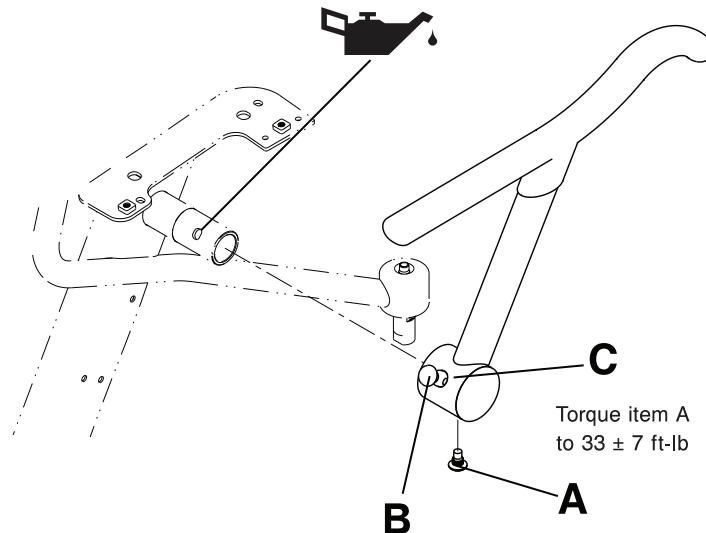

Abbildung 3-24: Austausch der hochklappbaren Armlehne
2. Mit einem 5/16-Zoll-Sechskantschlüssel den Anschlagstift (A) an der Unterseite der hochklappbaren Armlehne entfernen (Abbildung 3-24 auf Seite 3-42). Den Stift entsorgen.
3. Mit einer Hand den Freigabestift der Armlehne (B) nach oben ziehen und mit der anderen Hand die hochklappbare Armlehne (C) nach außen ziehen, um sie zu entfernen (Abbildung 3-24 auf Seite 3-42).
4. Syntec-Schmiere (3000-200-719) auf das Schwenngelenk der gelieferten Armlehne auftragen (Abbildung 3-24 auf Seite 3-42).